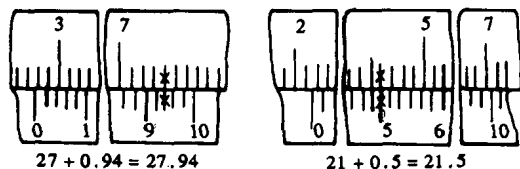

图 1-2 $1/50\text{ mm}$ 游标卡尺读数示例
- ① 读出副尺零线左面主尺毫米整数;
- ② 再读出副尺上与主尺刻线对齐的那条线的读数;
- ③ 把①、②所得 (即整数与小数) 相加即为测量尺寸, 如图 1-2 示例。
(2) 游标卡尺的注意事项
- ① 测量时, 应将两量爪张开到略大于被测尺寸, 将固定量爪的测量面贴靠着工件, 然后轻